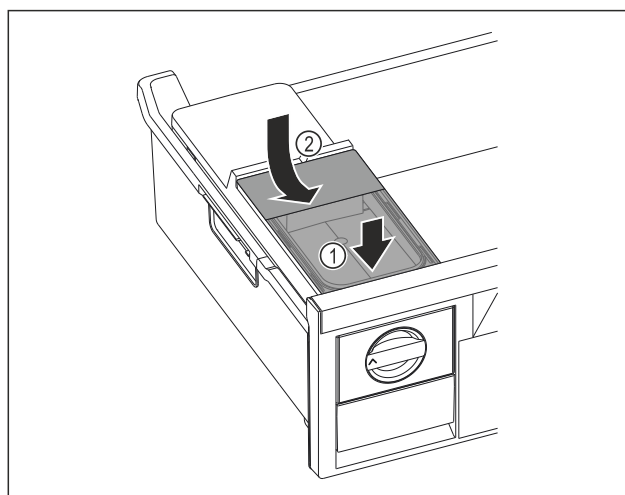

Fig. 122
- Watertank aan de voorkant plaatsen. Fig. 122 (1)
- Watertank aan de achterkant laten zakken. Fig. 122 (2)